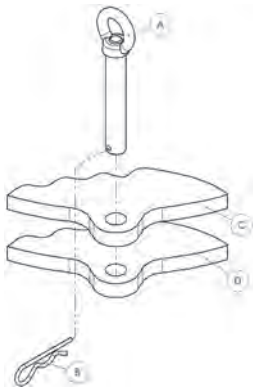

Рис. 11
- Вставьте стопорный палец (A) через опорные шайбы (C) и (D) (Рис. 11).